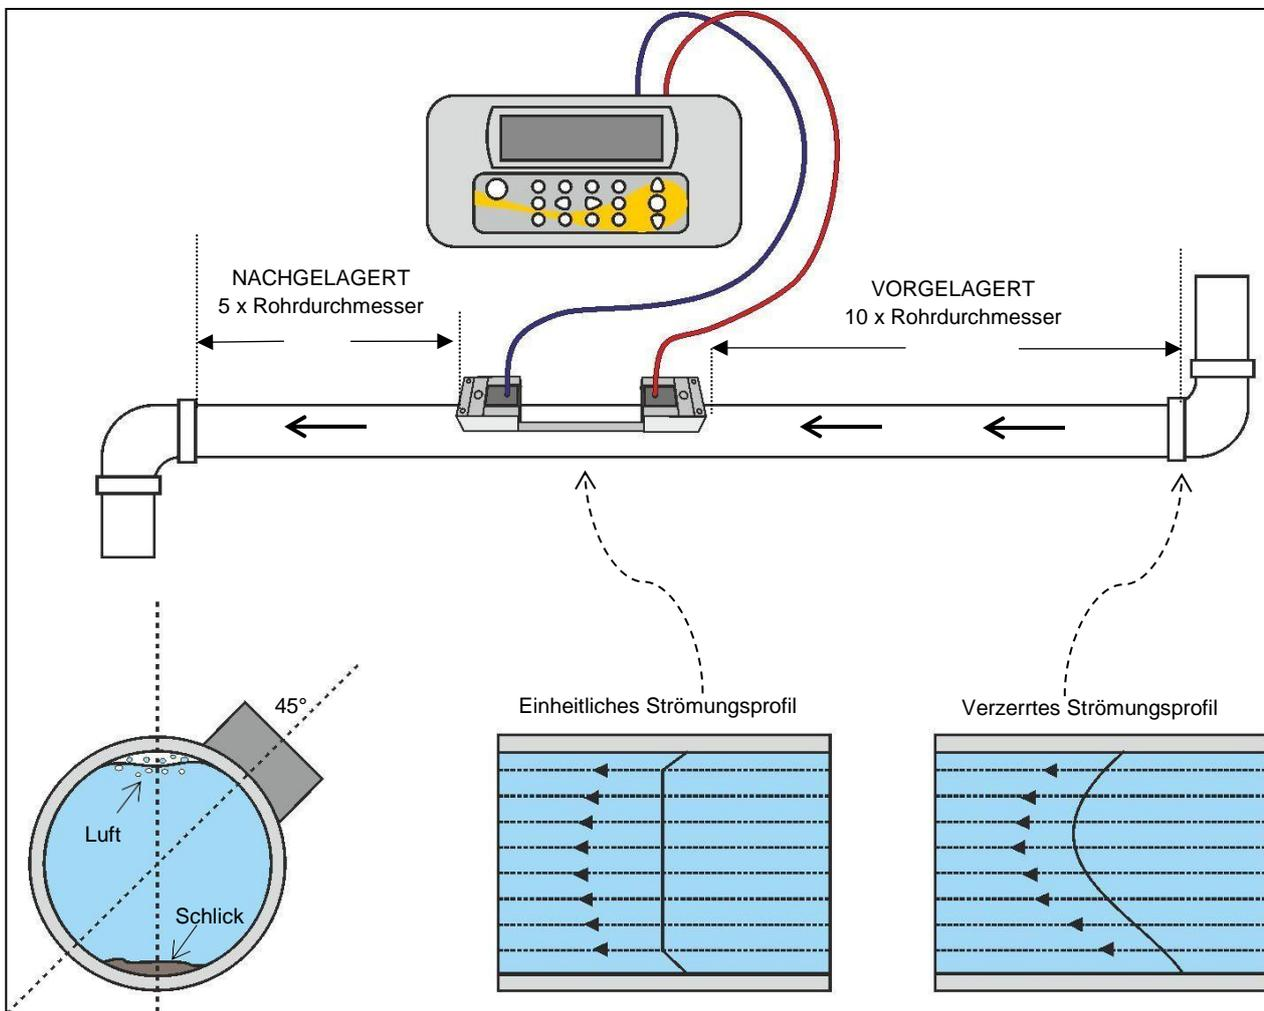

Abbildung 4.1: Positionierung des Geräts
sichergestellt, dass sich ein gerades Rohrstück mit einer Länge von mindestens 10x des Rohrinneindurchmessers auf der Einlaufstrecke und 5x des Rohrinneindurchmessers auf der Auslaufstrecke befindet (s. Abbildung 4.1.).
1. Vor dem Befestigen der Messwandler sollten Sie erst sicherstellen, dass die vorgesehene Anordnung die in Abbildung 4.1 gezeigten Entfernungsanforderungen erfüllt, andernfalls kann die Messunsicherheit beeinträchtigt werden.